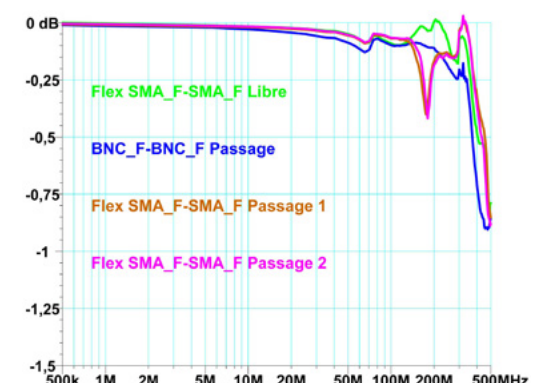

Fig.5 Comparaison Libre - Passages de fenêtres
La Fig.5 redonne la courbe du circuit Flex en espace libre, une courbe pour le circuit commercial et deux courbes pour le circuit Flex lorsque les circuits traversent une fenêtre en PVC à armature métallique. Voir Fig.6. Comme on pouvait s'y attendre, il y a de petites différences selon la position du Flex. Impossible d'effectuer les mesures avec un autre instrument, trop difficile à placer près d'une fenêtre.
- ▶ Je n'ai pu faire des essais d'atténuation avec une fenêtre en aluminium que récemment et rapidement, et les résultats m'ont beaucoup étonné : jusqu'à 80 MHz, je n'ai pas trouvé de différence significative par rapport aux mesures sur l'autre fenêtre. L'atténuation est toujours inférieure à 0,15 dB. Au-delà, les pics d'atténuation visibles sur la Fig.5 étaient, au mieux, un peu plus importants, mais augmentaient parfois au-delà de -1,5 dB selon le positionnement du Flex. Le mieux est d'essayer ...